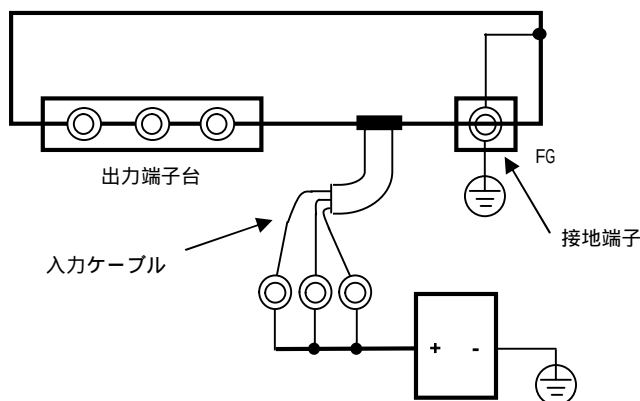

図 5.1 メガーテスト
- 3) 入力ケーブルは,図 5.1 のようにコモン線で接続してください。
- 4) メガーテストは入力ケーブルコモン線と大地 (FG) 間だけにしてください。